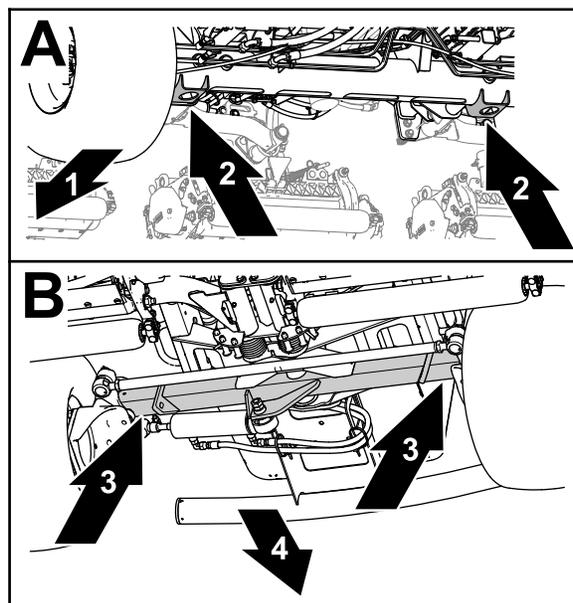

Figura 69
- Anteriore - le staffe del martinetto del tubo dell'asse anteriore (Figura 69).